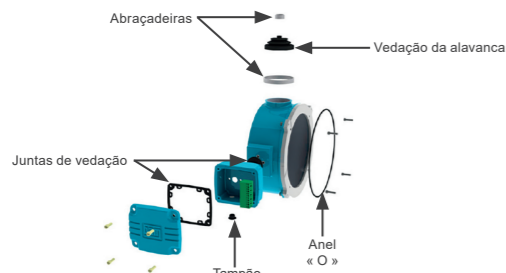

Figura 5.4: Elementos de vedação do freio W-Easy maintenance
(2) Para freio W-Easy Maintenance, os elementos de vedação estão indicados na Figura 5.4.
9. Para motores fornecidos com alavanca de destravamento manual, recolocar a alavanca e a sua vedação (a qual deve ser fixa através de abraçadeiras - ver Figura 5.4).